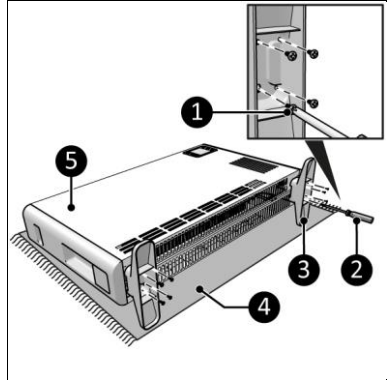

Abbildung 8
1. Legen Sie das Gerät auf eine stabile weiche Oberfläche (Abbildung 8, Pos. 4).
2. Platzieren Sie die Sockel (Abbildung 8, Pos. 3) an beide Seiten des Hauptkörpers (Abbildung 8, Pos. 5).
3. Schrauben Sie die Sockel mit den kleinen Schrauben (Abbildung 8, Pos. 1) mit einem Phillips Kreuzschlitzschraubendreher (Abbildung 8, Pos. 2) fest.